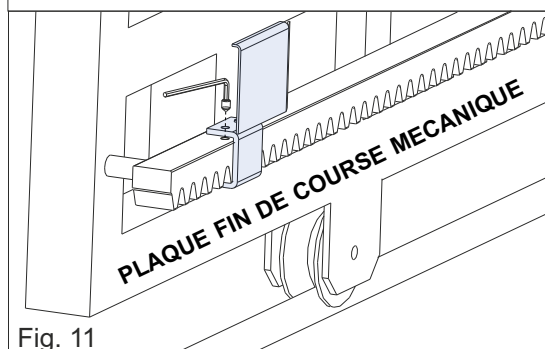
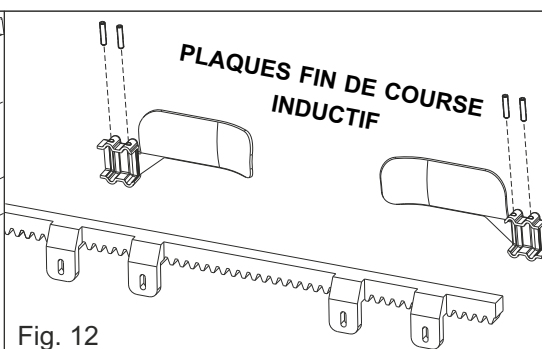
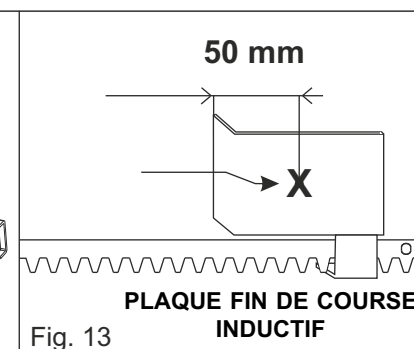
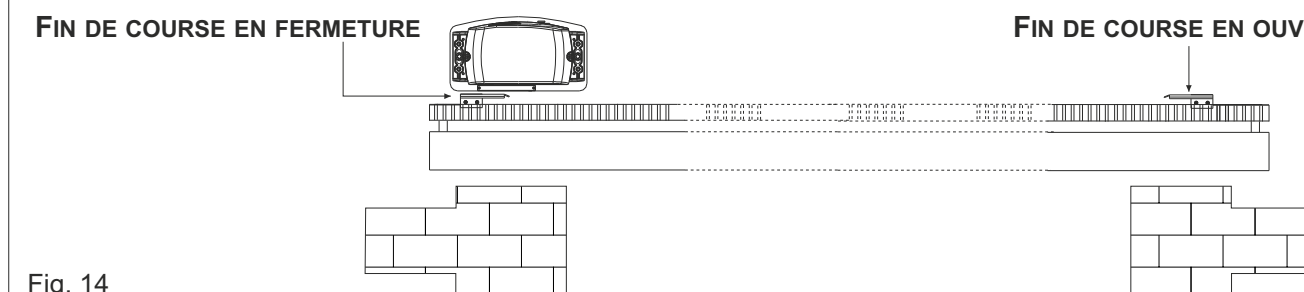

Fig. 11
Fig. 12
Fig. 13
Fig. 14
- **FIN DE COURSE MÉCANIQUE:** positionner la plaque (Fig. 11) sur la crémaillère en fonction de la position de fin de course souhaitée (Fig. 14); fixez la plaque sur la crémaillère à l'aide des vis fournies.
- **FIN DE COURSE INDUCTIF:** positionner la plaque (Fig. 12) sur la crémaillère en fonction de la position de fin de course souhaitée (Fig. 14); fixez la plaque sur la crémaillère à l'aide des vis fournies. Amener le petit tôle d'ouverture du dispositif de fin de course inductif sur l'opérateur (indiqué par une flèche sur le dispositif) en correspondance avec le point «X» de la plaque (à 50 mm du côté plié de la plaque - Fig. 13).
- **FIN DE COURSE INDUCTIF:** positionner la plaque (Fig. 12) sur la crémaillère en fonction de la position de fin de course souhaitée (Fig. 14); fixez la plaque sur la crémaillère à l'aide des vis fournies. Amener le petit tôle de fermeture du dispositif de fin de course inductif sur l'opérateur (indiqué par une flèche sur le dispositif) en correspondance avec le point «X» de la plaque (à 50 mm du côté plié de la plaque - Fig. 13).